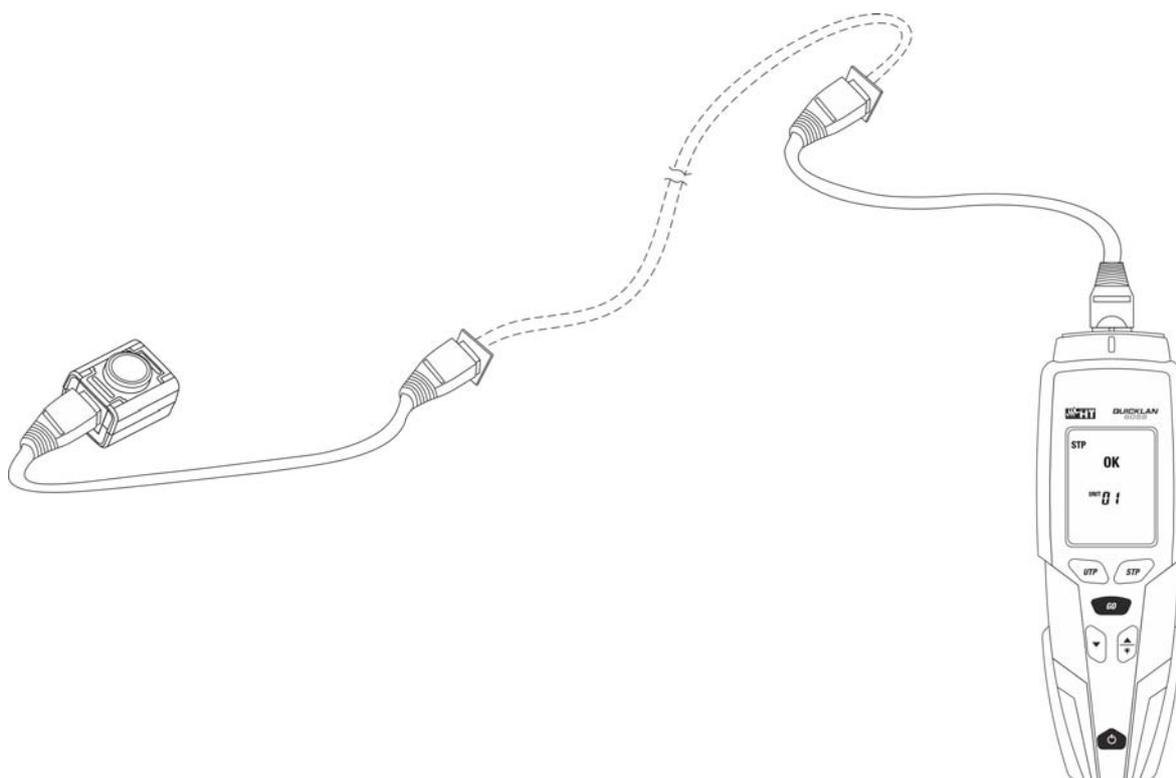

Fig. 4: Ligação do instrumento
3. Ligar uma extremidade do cabo em teste ao instrumento e a outra extremidade a uma das unidades remotas #1 ou #2 utilizando, se necessário, os cabos de conexão fornecidos (ver Fig. 4)